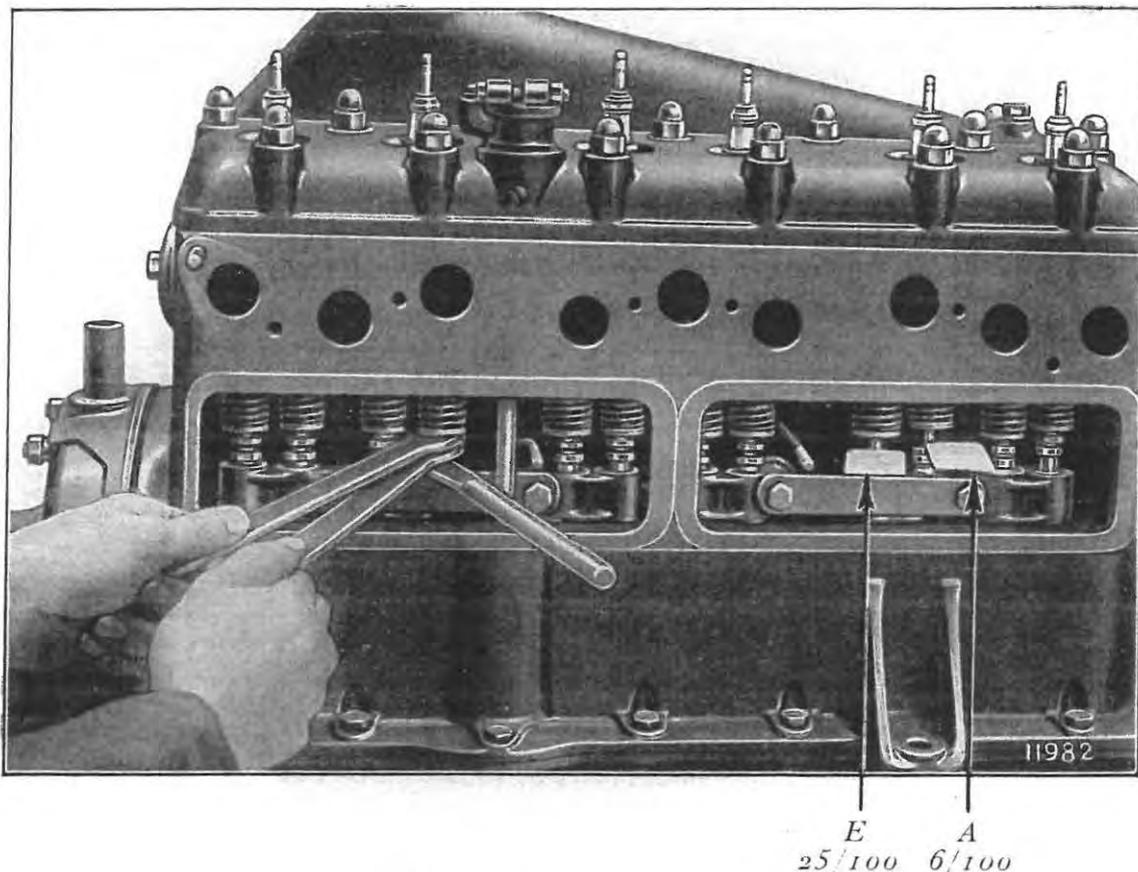

Fig. 32. — Réglage des taquets.
11. Régler les taquets (*Fig. 32*).